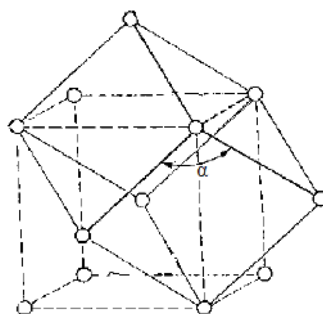

Рис. 1.8. Элементарная решетка алмаза
1.3. Докажите, что угол α (рис. 1.8) между тетраэдрическими связями в алмазе равен $109^{\circ}28'$.